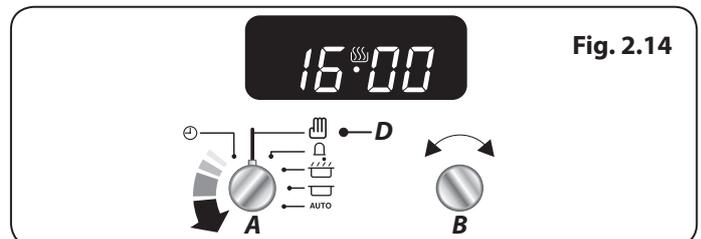

Fig. 2.14
Pour annuler tous les réglages automatiques, tournez le bouton de la minuterie (A) pour sélectionner le réglage de l'horloge (C) (**Fig. 2.14**).